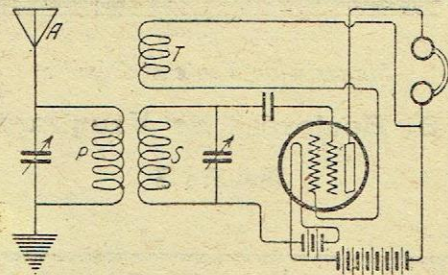

Fig. 3. — Le prototype du Cryptadyne
M. J. L. LEISTRA publiait dans le même article, p. 492, le schéma de montage (fig. 3) du *Cryptadyne*.
(1) Loin de nous l'intention d'ouvrir sur ce sujet des polémiques irritantes. Mais nous nous permettons de penser tout de même, contrairement à l'opinion qu'en a exprimée (n° 59, p. 932) notre excellent ami M. GIVELER, qu'il peut n'être pas inutile de noter que ces deux montages, par suite de leur publication dans le *Radio News*, sont dans le domaine public en Amérique depuis cinq ans. Nous prévoyons bien qu'on dira que c'est accuser de plagiat M. BARTHÉLEMY, qui vient de les réinventer en France. Mais M. BARTHÉLEMY, dont la renommée est assise, n'en est pas, Dieu merci! à une réinvention près. On comprendra fort bien comment, requis un jour à l'improviste de fournir quelque bon schéma aux réalisateurs de la *Compagnie des Compteurs*, il a sorti de son